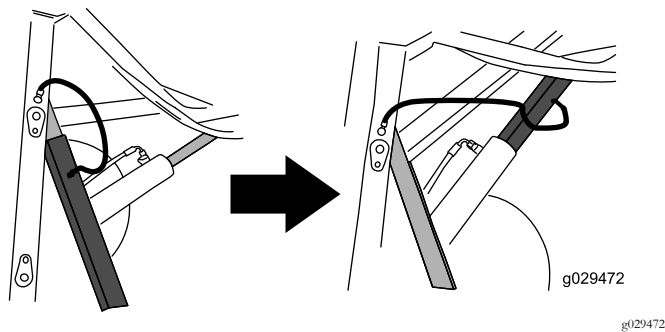

Figura 16
Montate i blocchi dei cilindri sopra i cilindri della tramoggia quando effettuate la manutenzione con la tramoggia sollevata (Figura 16).
2. Inserite la protezione di abbassamento (Figura 16).
2. Montare il blocco del cilindro per fissare la tramoggia ed evitare un abbassamento involontario (Figura 16).